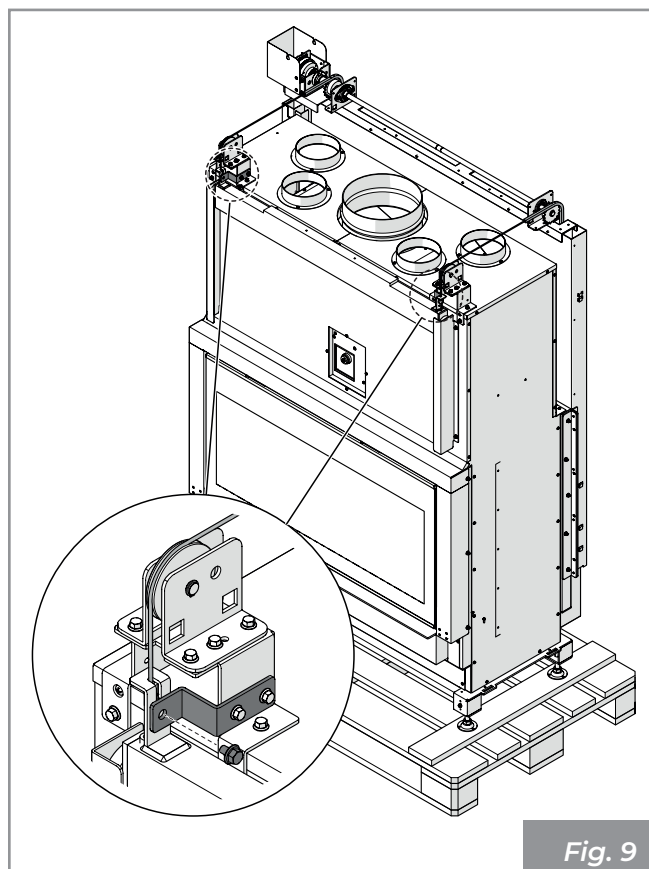

Fig. 9
- Vérifier que les câbles soient dans la gorge des poulies, puis débloquer le contre-poids en retirant les colliers et les brides de fixation (Fig. 9).